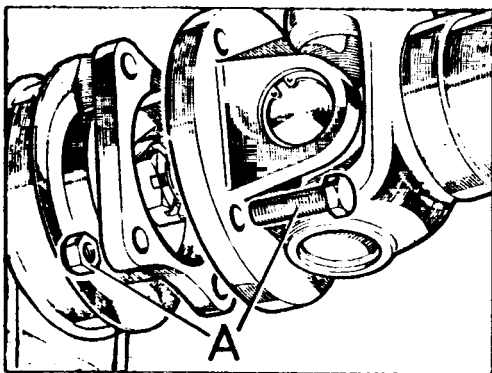

Fig. D-5 Acoplamiento del árbol de transmi - sión al diferencial
- 2.3. Fijar el árbol de transmisión a la brida del diferencial (Fig. D-5) colocando las - tuercas detrás de la brida y apretándolas por igual.